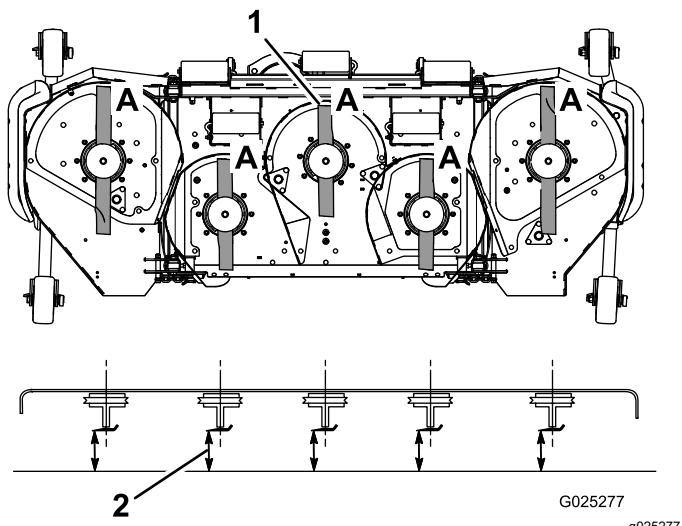

**Figura 24**
- Inspecione as extremidades de corte (Figura 24). Se as extremidades não estiverem afiadas ou estiverem amolgadas retire e afie as lâminas. Consulte a Afição das lâminas \(página 22\).
- Inspecione as lâminas, especialmente a área da aba (Figura 24). Se verificar quaisquer danos, desgaste, ou a formação de ranhuras nesta área (Figura 24), instale imediatamente uma lâmina nova.